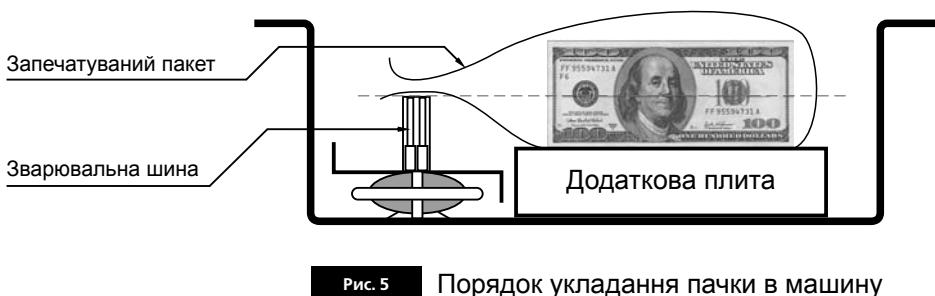

Рис. 5 Порядок укладання пачки в машину
2. При необхідності, встановіть в робочу камеру додаткову плиту ⑩.
3. Укладіть поліетиленовий пакет (з укладеними у нього банкнотами) в робочу камеру, так, щоб сторона пакету, що запаюється лежала на нагрівальному елементі ⑦ (див. Рис. 3), виступаючи за нього приблизно на 1 см. (див. Рис. 5);